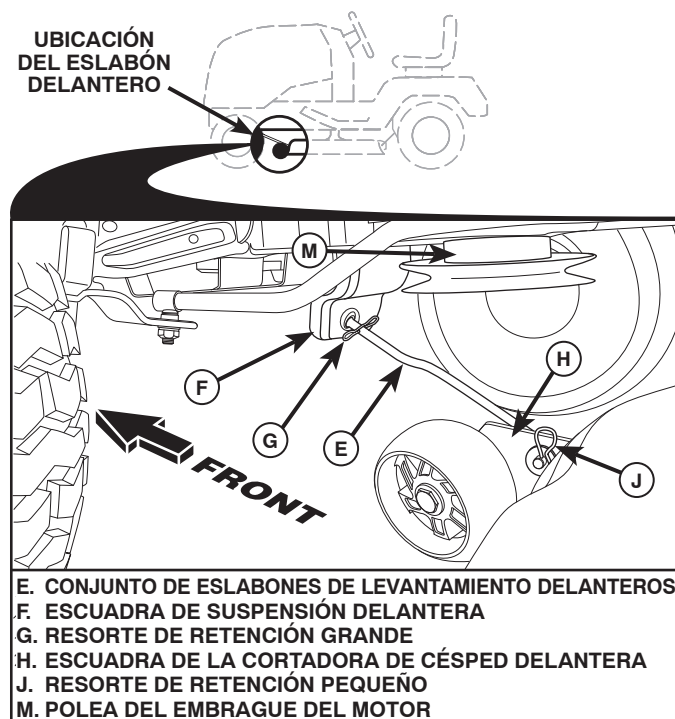

Fig. 32
8. INSTALE EL ESLABÓN DELANTERO (E) (Vea Fig. 32)
- Desde la parte delantera del tractor, inserte el extremo de varilla del eslabón delantero (E) a través del agujero delantero de la escuadra de suspensión delantera del tractor (F).
- Muévase hasta el lado izquierdo de la cortadora e inserte un resorte de retención grande (G) a través del agujero del eslabón delantero (E) detrás de la escuadra de suspensión delantera (F).
- Inserte el otro extremo del eslabón (E) en el agujero de la escuadra derecha de la cortadora de césped (H) y asegure con una arandela y un resorte de retención pequeño (J).